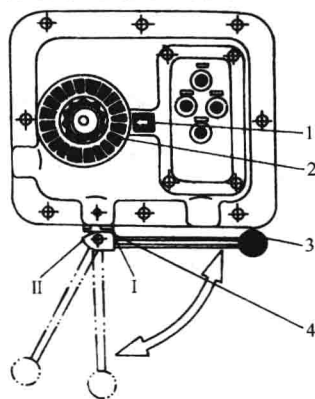

图 1-5 主轴变速操作
(1) 主轴变速操作 主轴变速箱装在床身左侧窗口上，变速主轴转速由手柄 3 和转数盘 2 来实现，如图 1-5 所示。主轴转速有 30 ~ 1500r/min 共 18 种。变速时，操作步骤如下：